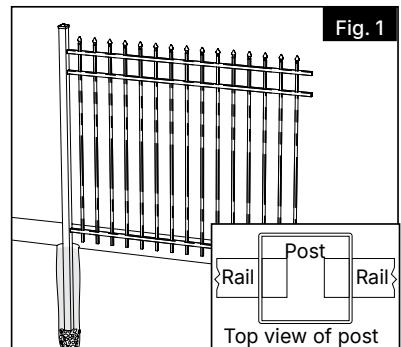

Fig. 1
- Establish your fence line by staking out the areas you wish to enclose. Locate each point in which you will need an end, corner or gate post and mark it with a stake (Fig. 1).
As the post is setting up, install the first fence panel. Insert the horizontal rails from the panel into the punched holes from the previously installed post. Place the rails as far into the post as they will go (Fig. 1).
Établir votre ligne de clôture en jalonnant l'espace que vous souhaitez entourer. Figurer chaque point où un poteau de bout, de coin ou de porte sera nécessaire et l'indiquer par un piquet (Fig. 1).
Lorsque le poteau est en place, installez le premier panneau de clôture. Insérez les traverses horizontales du panneau dans les trous perforés du poteau précédemment installé. Placer les traverses aussi loin que possible dans le poteau (Fig. 1).